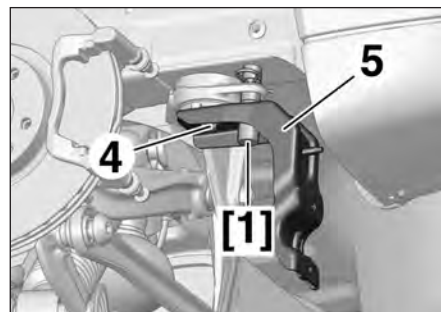

FIG.42
- Centrer le train arrière à l'aide des outils [1] avant de reposer les demi-paliers de barre stabilisatrice (5) et de serrer les vis (4) (Fig.42).